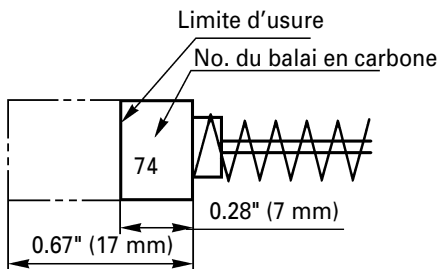

Fig. 20
4. Contrôle des balais en carbone (Fig. 20)
Utiliser le balai en carbone HITACHI No. 74 indiqué sur la Fig. 20.